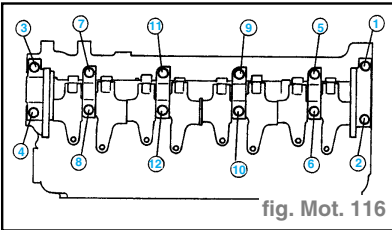

fig. Mot. 116
- Desserrer les boulons en deux ou trois passes, dans l'ordre indiqué. (fig. Mot. 116)